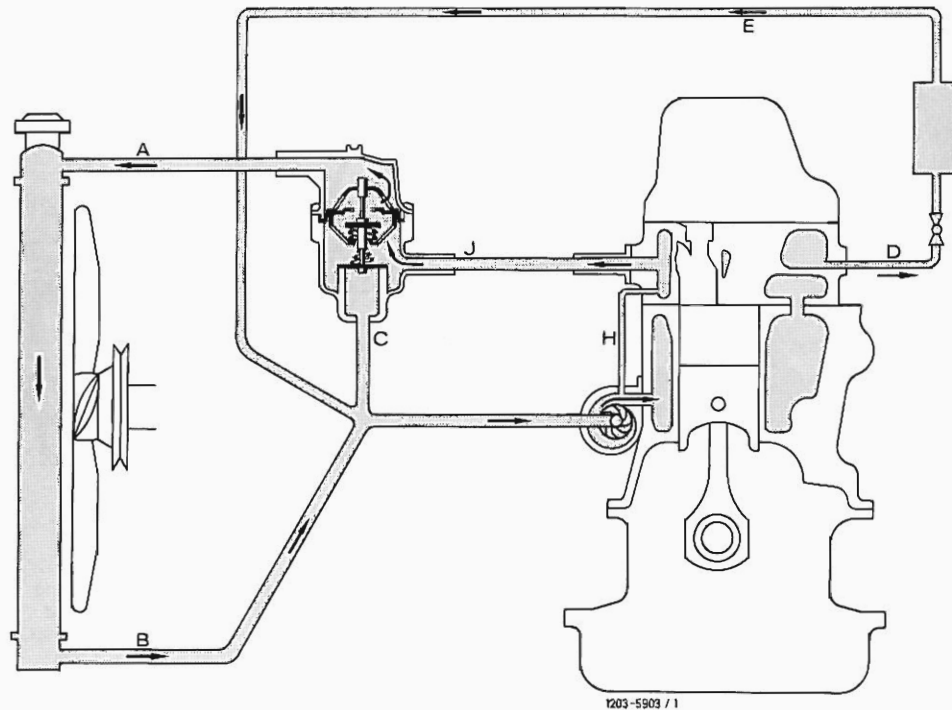

Bild 92 Bei hohen Außentemperaturen und Vollastbetrieb
Bei betriebswarmem Motor ist das Hauptventil so wie das Kurzschlußventil, je nach Motorbelastung, mehr oder weniger weit geöffnet. Das Kühlmittel läuft sowohl über den Kühler (A) als auch über die Kurzschlußleitung (C) (Bild 92).